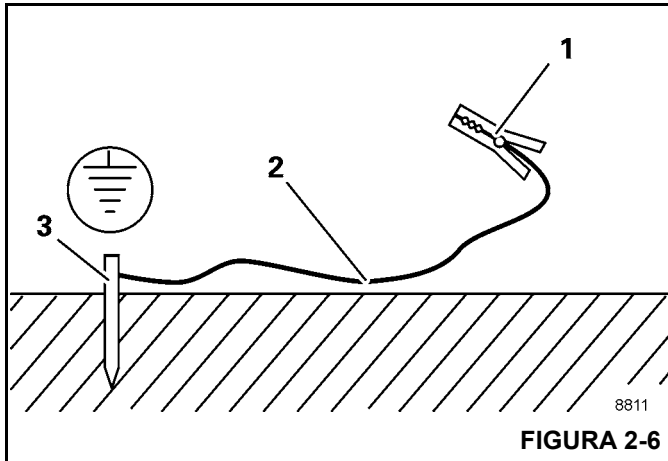

FIGURA 2-6
1. Martele uma haste de metal (3, Figura 2-6) (comprimento de aproximadamente 2,0 m (6.6 pés)) pelo menos 1,5 m (5 pés) no solo.
2. Umedeça o solo ao redor da haste de metal (3) para obter melhor condutividade.
3. Prenda o cabo isolado (2) na haste de metal (3), seção transversal de pelo menos 16 mm² (0.025 pol²).
4. Conecte a extremidade livre do cabo com um grampo (1) a um local com boa condutividade elétrica na estrutura.